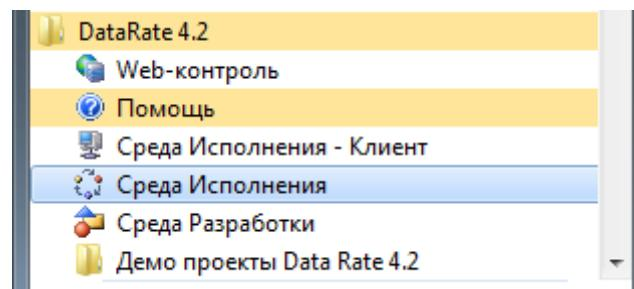

Рисунок 3.1 – Запуск проекта в Среде исполнения *DataRate*
- 2 Выбрать **Среда исполнения** (рисунок 3.1)